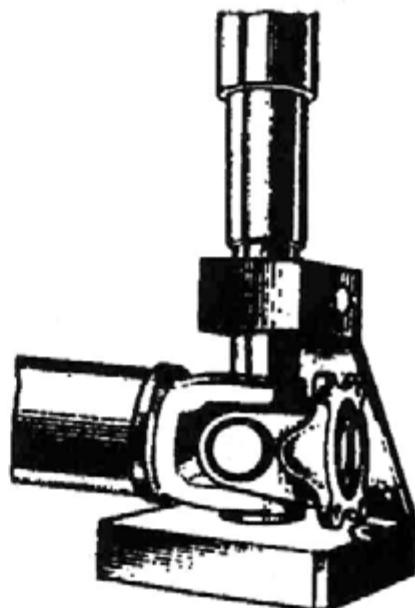

Рис. 130. Запрессовка подшипника карданного шарнира с помощью приспособления
4. Поместив вилку в приспособление (рис. 130), запрессуйте в ее проушины новые подшипники, а затем установите стопорные пружинные кольца. Таким же способом запрессуйте остальные два новых подшипника в проушины другой вилки.